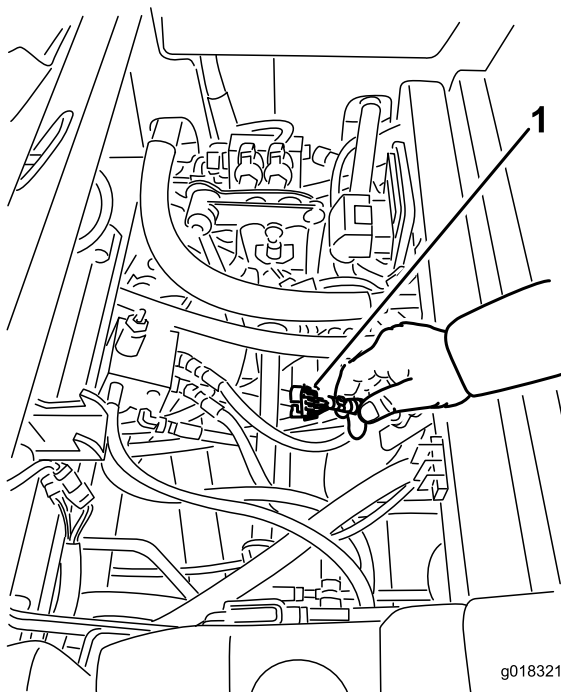

図 18
3. コントローラの近くにあるワイヤハーネスとそのコネクタを探し出す図 18。